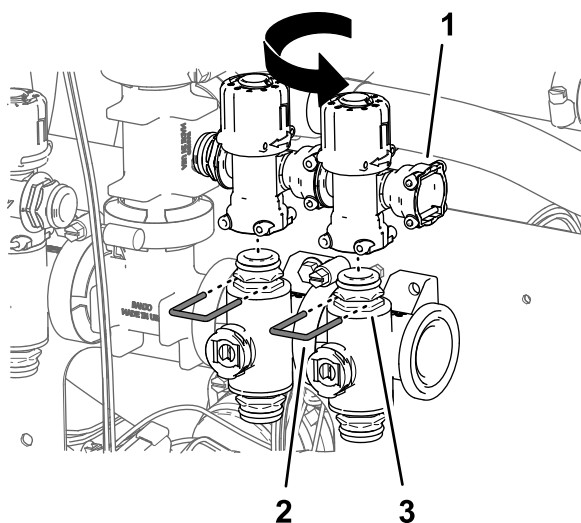

Figura 101
8. Repita los pasos 5 a 7 con las válvulas de desvío de las válvulas de boquilla 6 y 7 (Figura 101).